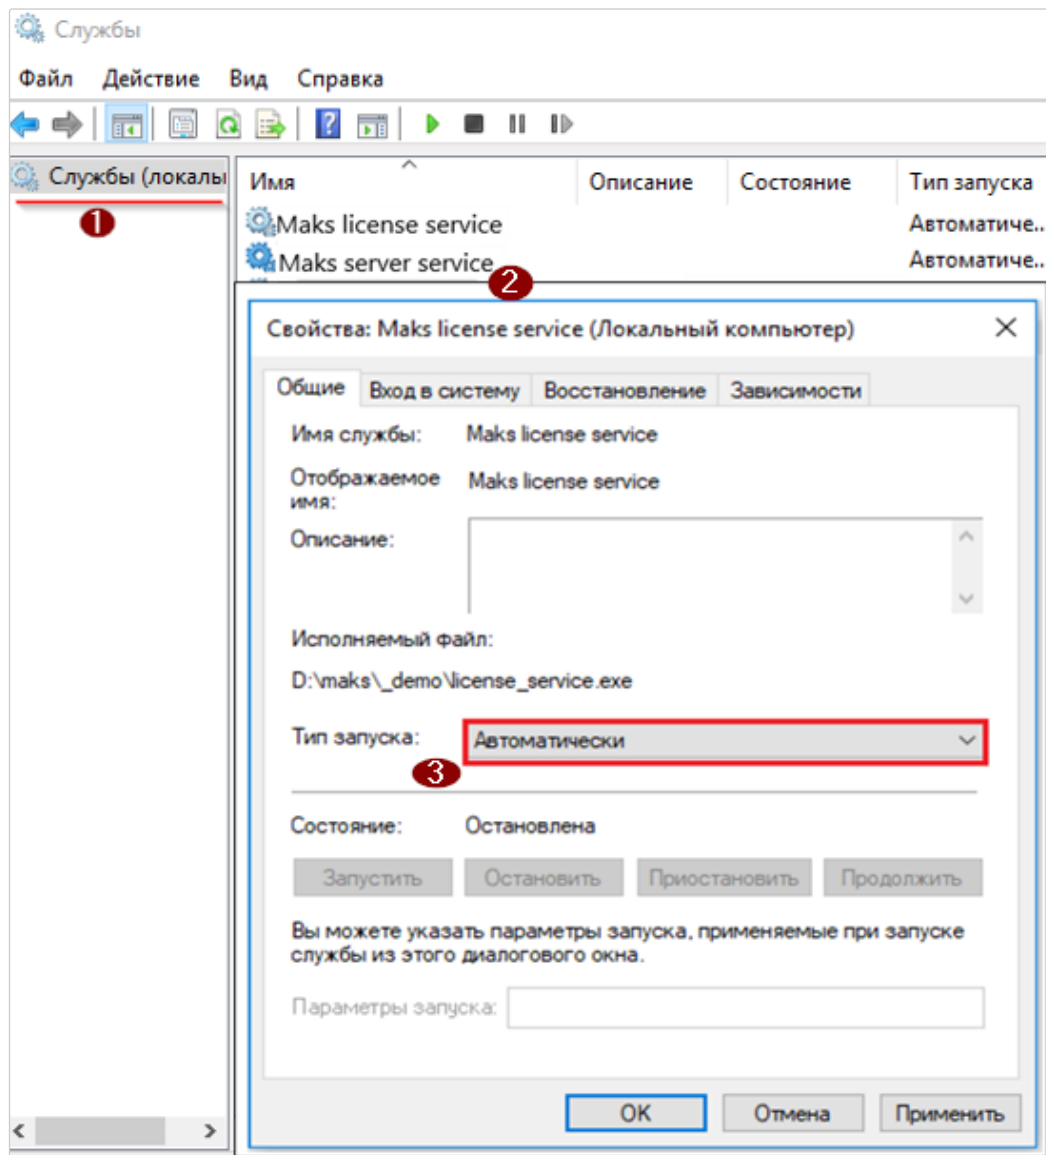

Рисунок 22. Настройка запуска служб
- 3) Для первого запуска служб необходимо (см. рисунок 22):
- а) в консоли MMC открыть оснастку «Службы» (1);
- б) в свойствах служб *license service* и *server service* (2) в поле «Тип запуска» установить значение «Автоматически» (3);